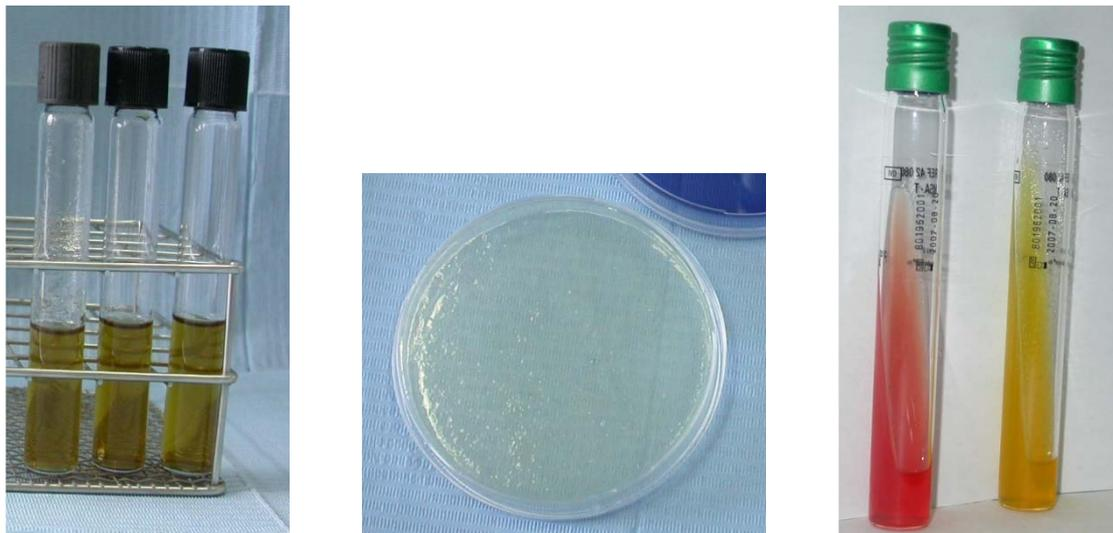

Figura 13. Medios de cultivo líquidos y sólidos.
**Medios de cultivo.** Son preparados que intentan reproducir artificialmente las condiciones del hábitat natural de los agentes bacterianos, y deben poseer todos los componentes para cubrir sus necesidades nutricionales. Pueden ser líquidos, habitualmente dispensados en tubos o en matraces, y sólidos que se obtienen incorporando en su composición agentes solidificantes, generalmente agar. Estos últimos pueden prepararse tanto en tubos como en placas de Petri, ya que por encima de 45-50°C son de consistencia líquida y por debajo de ésta solidifican (Figura 13).